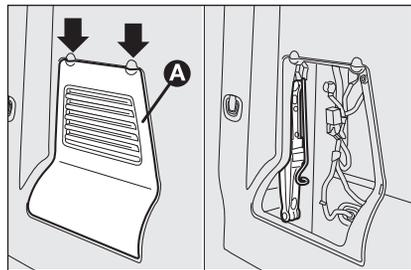

fig. 2
- su alcune versioni, per accedere al cric, rimuovere lo sportello di protezione **A-fig. 2**;